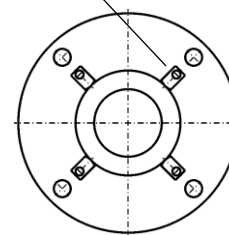

Bild 5
- Die Montagehilfen, sofern vorhanden, müssen sich in komplett eingeschwenkter Position befinden (Bild 5).